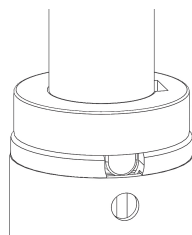

図 29 – 酸素ポンベホルダーを固定する
2. 酸素ボトルホルダーを回転させて付属スリーブに固定します (図 29)。